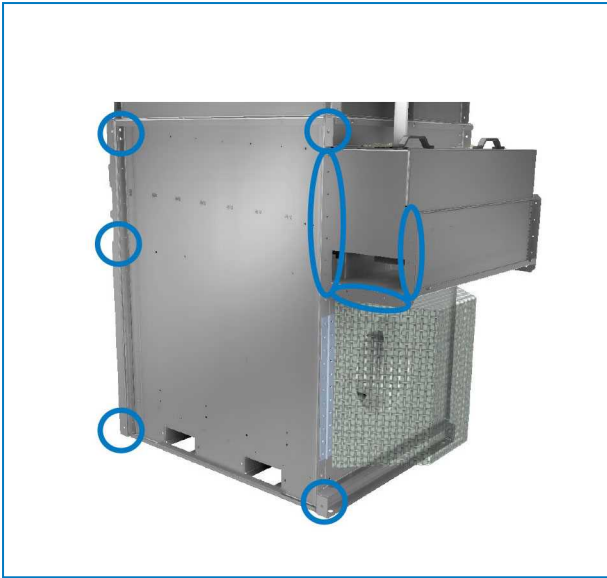

Abbildung 10C Orte der Schrauben, die zum Verbinden der Module nötig sind
3. Schrauben Sie die Module an den in Abbildung 10C dargestellten Orten zusammen. Verwenden Sie an den umringten Orten M10-Schrauben und im Wannbereich M8-Schrauben.